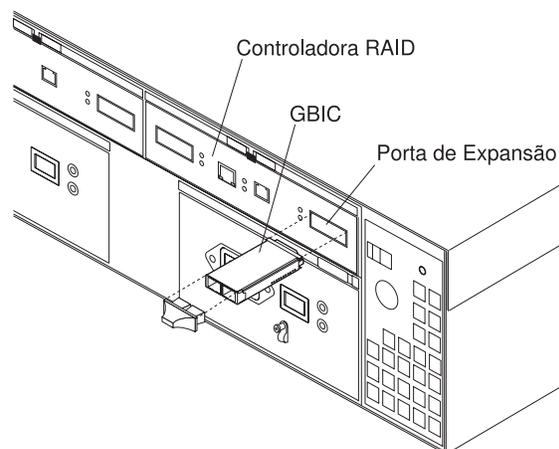

Figura 28. Instalando um GBIC em um FAStT200
1. Insira um GBIC na porta de expansão localizada atrás do FAStT200 e remova a capa protetora, conforme mostrado em Figura 28.